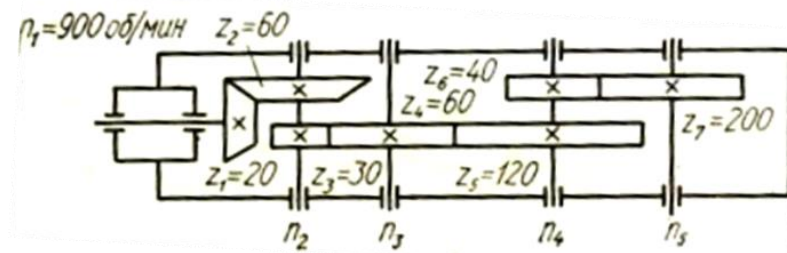

Рис. 4.
9. По заданным условиям определить частоту вращения на выходе редуктора (рис. 4).